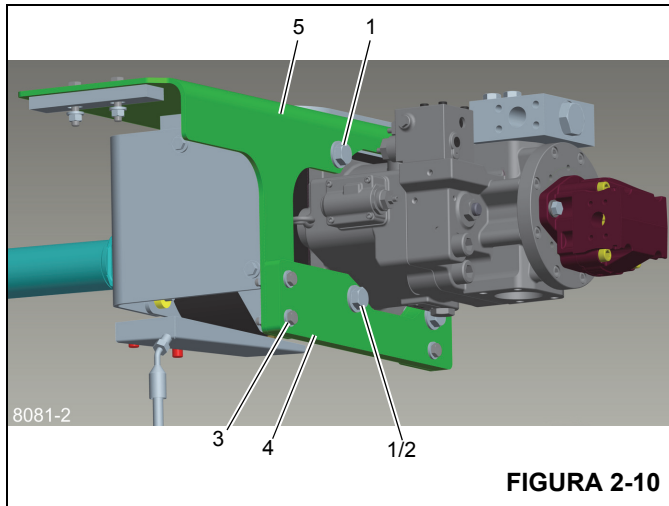

FIGURA 2-10
2. Remova os parafusos, as porcas e as arruelas (1, Figura 2-10) que prendem a embreagem, o suporte de montagem e a bomba unidas. Uma bucha (2) que está no último parafuso cairá quando o hardware for removido.
3. Remova os três parafusos, porcas e arruelas (3) que prendem a placa de montagem (4) ao suporte de montagem (5).
1. Monte a placa inferior (4, Figura 2-10) no suporte de montagem (5) ao redor do corpo da bomba usando três parafusos, arruelas e porcas (3).
2. Deslize a embreagem para dentro do eixo estriado da bomba, instale a bucha (2) removida na etapa 1 acima e recoloque os parafusos, as porcas e as arruelas (1, Figura 2-10). Aperte as ferragens; consulte *Elementos de fixação e valores de torque*, página 1-14.